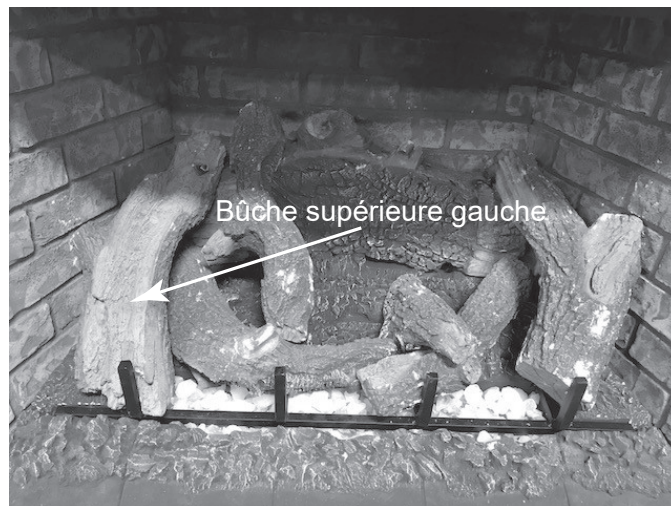

Figure 11.20
- Positionnez la bûche supérieure gauche en plaçant l'encoche située sous la bûche sur le point de repère au-dessus de la bûche arrière. La partie avant de la bûche s'adapte autour de la barre gauche de la grille. Voir la Figure 11.20.